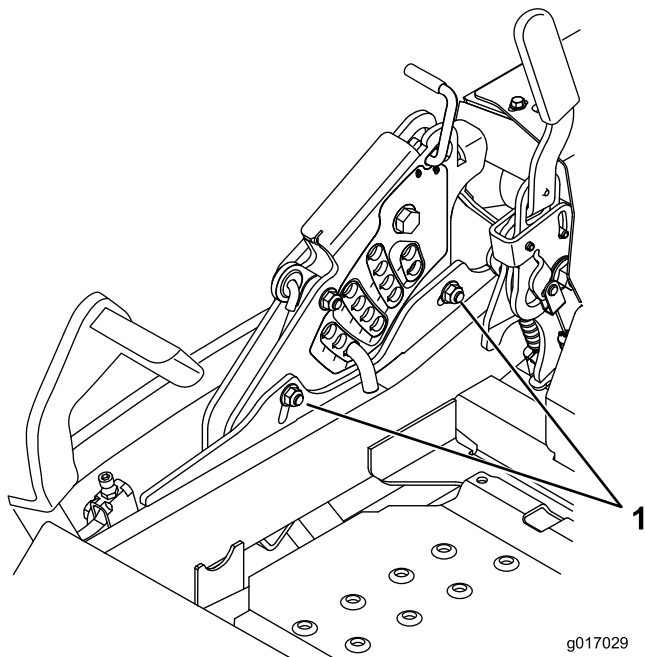

Figure 90
12. Pour régler le système monopoint, desserrez les 2 boulons au bas de la plaque de hauteur de coupe (Figure 90).
14. Serrez les 2 boulons au bas de la plaque de hauteur de coupe (Figure 90). T